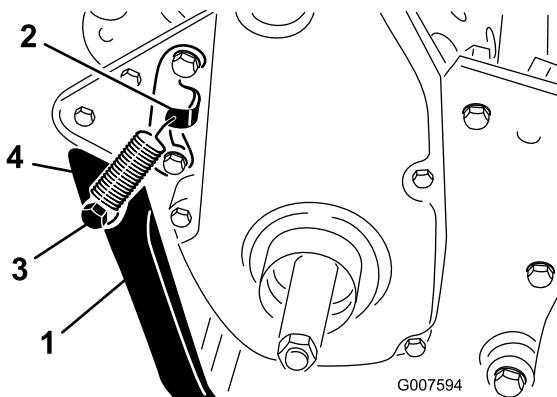

Рисунок 8
- Зацепите пружину за отверстие в кронштейне пружины и за пружинодержатель, совместив откидную опору с монтажными отверстиями в задней части рамы (Рисунок 8).
- Прикрепите откидную опору к обеим сторонам рамы с помощью болта, стопорной шайбы, проставки, плоской шайбы и контргайки (Рисунок 8).